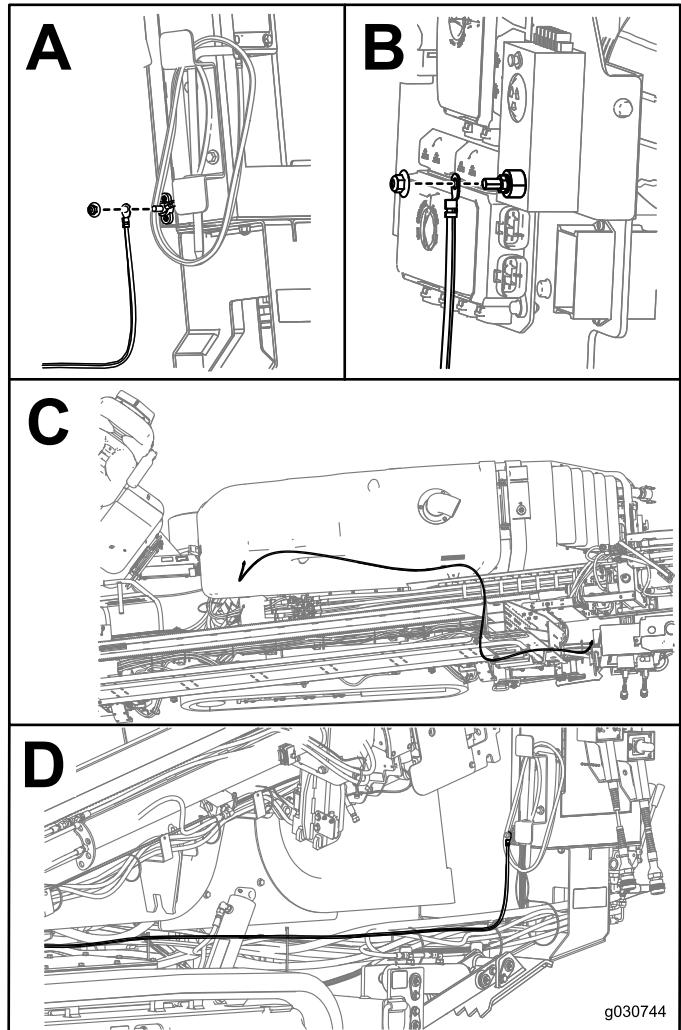

Figura 6
3. Conecte el cable de la alerta de impacto a la caja de empalmes con una tuerca con arandela prensada (3/8"), como se muestra en el cuadro A de la Figura 6.
4. Enrute el cable de la alerta de impacto como se muestra en los cuadros C y D de la Figura 6.
5. Conecte el cable de la alerta de impacto a la máquina con una tuerca de arandela prensada (3/8"), como se muestra en el cuadro B de la Figura 6.